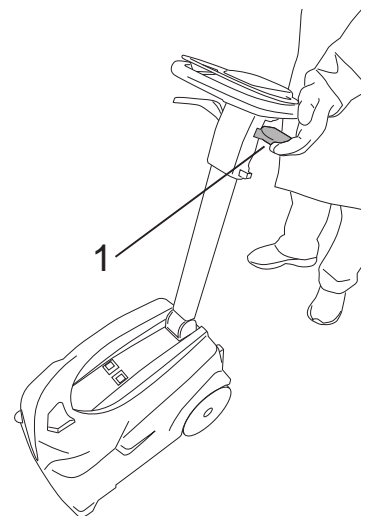

Fig.18
**Para accionar el secado en marcha atrás, tire de la palanca (Fig. 18-Ref. 1).**